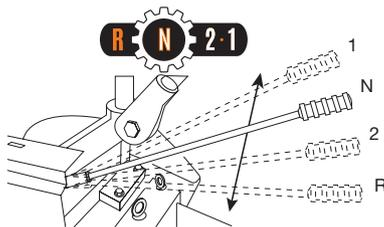

Рис. 17
РЫЧАГ ПЕРЕКЛЮЧЕНИЯ ПЕРЕДАЧ (РИС. 17)
- Включите нейтральную передачу «N» (Рис. 17).
- Переключитесь на первую передачу «1» (Рис. 17).